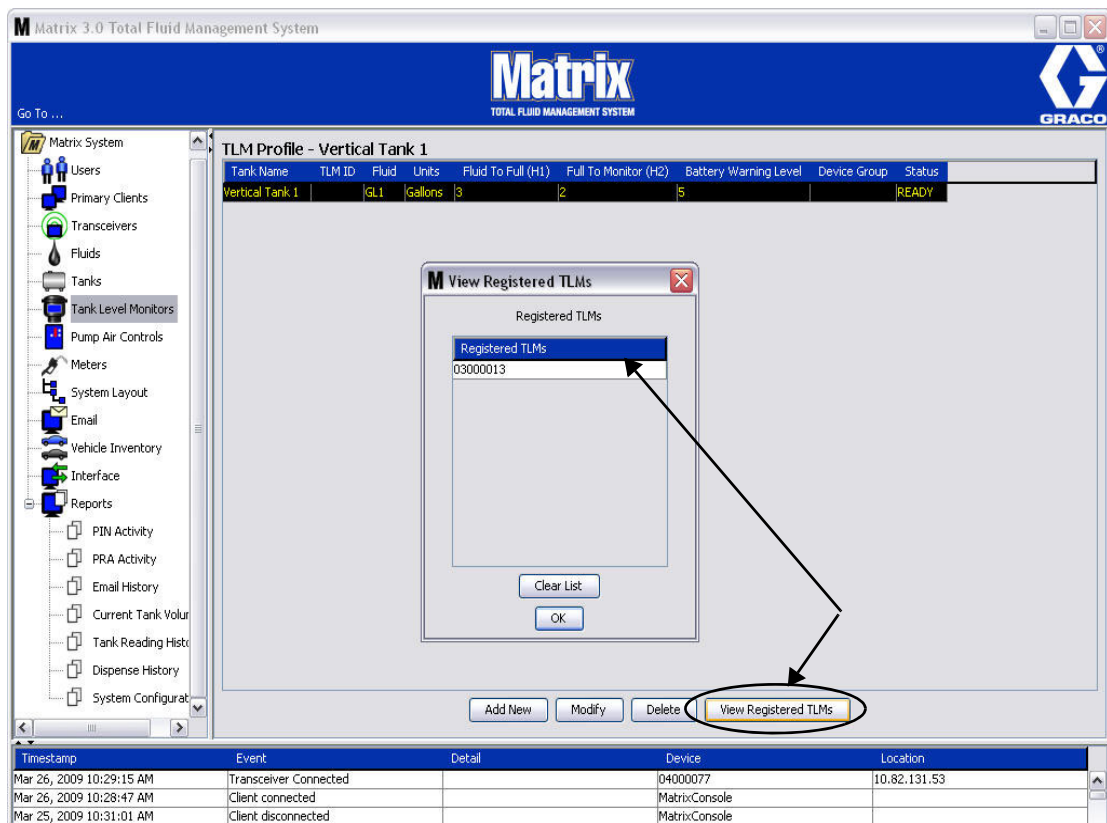

Рис. 110
- Кнопка «Clear List» [Очистка списка] убирает все зарегистрированный КИП уровня цистерны из системы (Рис. 110). Их нужно будет потом повторно зарегистрировать на ПК системы Matrix. Полные инструкции о регистрации КИП см. в руководстве пользователя контрольно-измерительного прибора уровня цистерны.